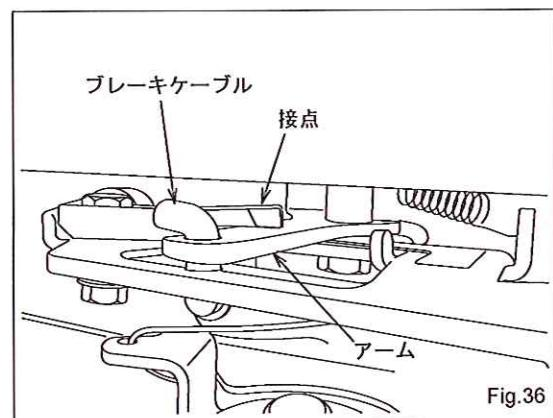
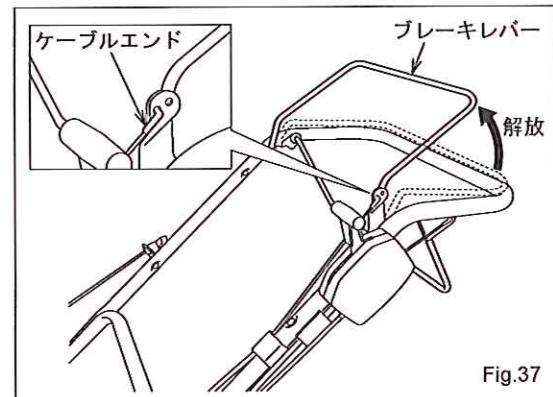

Fig.36
Fig.37
(1) ブレーキレバーを解放した時は、エンジン側のアームと接点が接触し、ブレーキレバーを握った時はエンジン側のアームと接点が接触しないように、ブレーキケーブルエンドをブレーキレバーの2箇所の穴のいずれかにセットして下さい。(Fig.36、Fig.37)